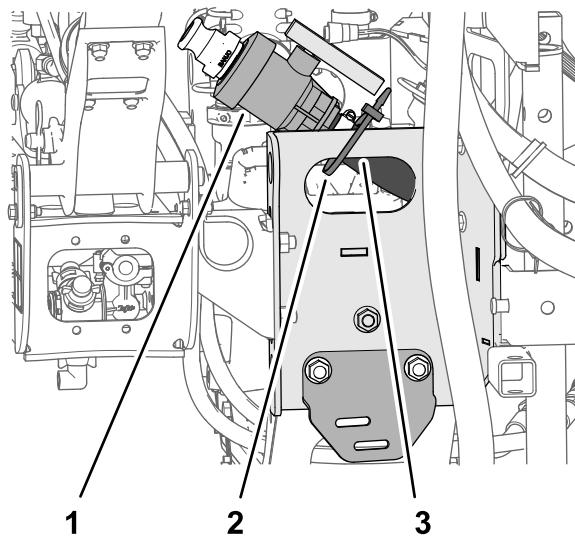

**Figure 12**
9. Poussez la bêquille de sécurité sur la tige du vérin et appuyez bien les pattes d'extrémités contre l'extrémité du corps du vérin et l'extrémité de la tige du vérin (Figure 12).